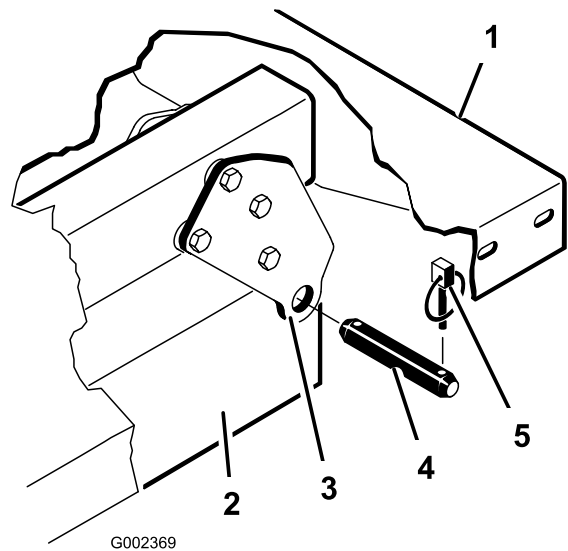

Figura 29
4. Retire los pasadores que fijan los extremos de las varillas de los cilindros a las chapas de montaje de la plataforma empujando los pasadores hacia dentro (Figura 29).
5. Retire los pasadores de seguridad y los pasadores que fijan las placas de giro a los perfiles del bastidor (Figura 29).
**Nota:** Asegúrese de que las placas de giro traseras están atornilladas al perfil del bastidor de la plataforma con el extremo inferior inclinado hacia atrás (Figura 29).
2. Coloque la plataforma con cuidado sobre el bastidor de la máquina, alineando los taladros de las placas de giro traseras con los taladros del bastidor, e instale 2 pasadores con chavetas (Figura 29).
4. Inserte el pasador desde la parte exterior de la plataforma, con la chaveta hacia fuera (Figura 29).